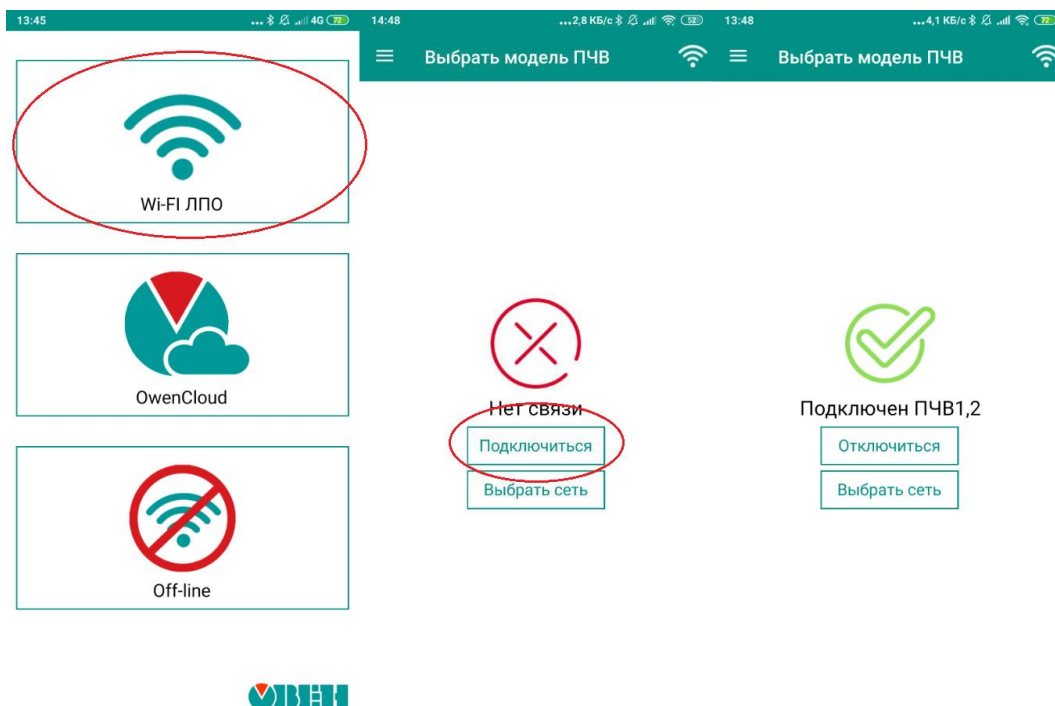

Рисунок 6. Подключение к ЛПО1В.
6. Выполнить подключение к ЛПО (Рис. 6).